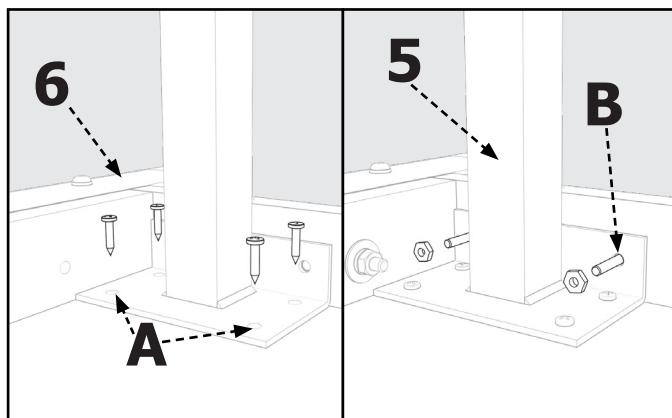

FIGURE 6
Fixez les Pieds de la Table (5) à la Table d'Extension (6) comme indiqué sur la **Figure 6**.
1. Posez la Table d'Extension (6) à l'envers au sol ou sur un banc.
2. Placez le Pied de Table (5) dans le coin de la Table d'Extension (6) comme indiqué sur la **Figure 6**.
3. Fixez le Pied de Table au Plateau de Table avec quatre Vis à Bois n° 8 x 3/4" (n). Percez un trou de 1/4 "à travers les deux trous du Support (A) et à travers la Jupe de Table. Fixez le Pied de Table à la Jupe de Table à l'aide de Boulons à Tête Cylindrique de 10-32 x 1-3/4 "(m), d'une Rondelle Plate de 7/32 x 1/2" (h) et d'un Écrou Hexagonal n°10-32" (k).